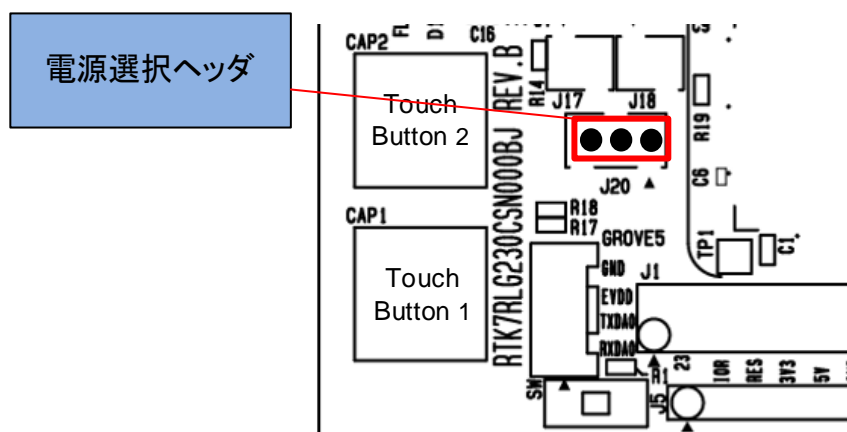

図 8-12: エミュレータ/外部電源使用時のヘッド設定(部品面)
- ・ J20 オープン：エミュレータ/外部電源供給を選択。(図 8-12)